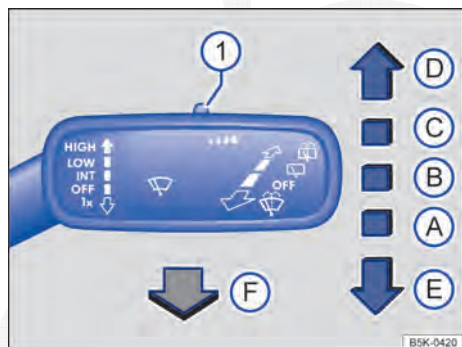

Fig. 115 À direita da coluna de direção: comandar os limpadores do para-brisa.
- Pressionar a alavanca dos limpadores do para-brisa brevemente para baixo → **Fig. 115** **E**.